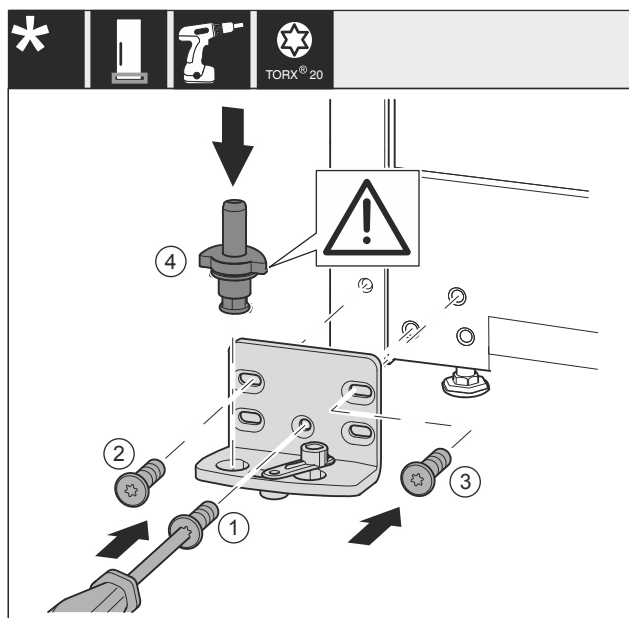

Fig. 38 *
- Aplicați suportul de lagăr pe partea opusă și înșurubați-l cu ajutorul unei șurubelnițe. Începeți cu Fig. 38 (1) de jos din centru.*
- Înșurubați ferm șurubul Fig. 38 (2) și Fig. 38 (3).*
- Introduceți complet bolțul de lagăr Fig. 38 (4). Aveți grijă aici ca respectiva camă de fixare să fie îndreptată către înăpoi.*